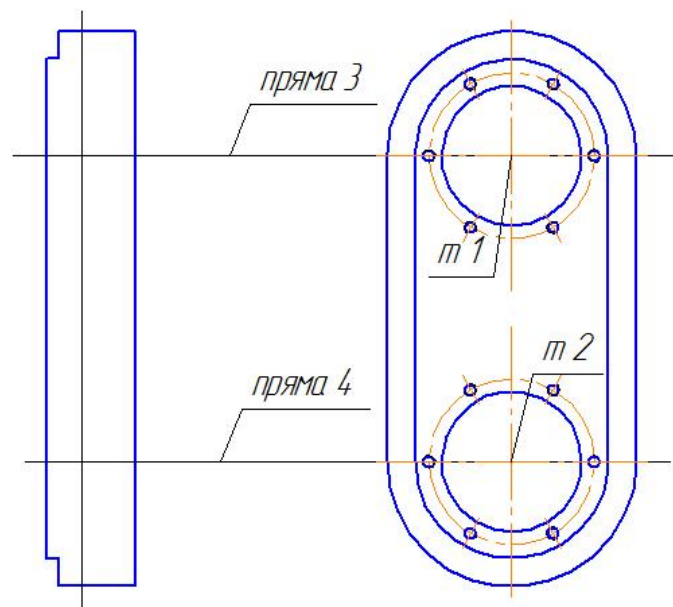

Рис. 132
9. Побудувати горизонтальні прямі (**пряма 3** та **пряма 4**), які проходять через $m1$ і $m2$ за допомогою кнопки **Горизонтальная прямая**  на сторінці **Геометрия**  на **Инструментальной панели** (рис. 132).